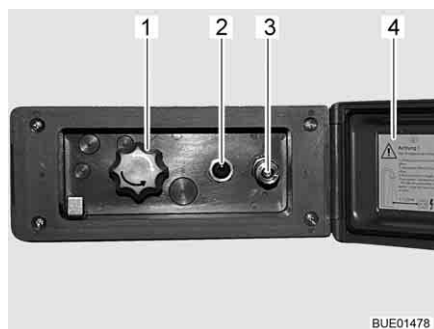

Fig. 145 Ligeira do duche exterior
- Destrave a tampa (Fig. 145,4) e abra-a.
- Ligue a mangueira do duche exterior no fecho rápido (Fig. 145,3).
- Ligue a bomba de água com o interruptor (Fig. 145,2).
- Regule a temperatura da água a gosto com o botão giratório (Fig. 145,1).
- Desligue a bomba de água com o interruptor (Fig. 145,2).
- Trave a tampa (Fig. 145,4) e feche-a à chave.
- Coloque o botão giratório (Fig. 145,1) na posição do meio.